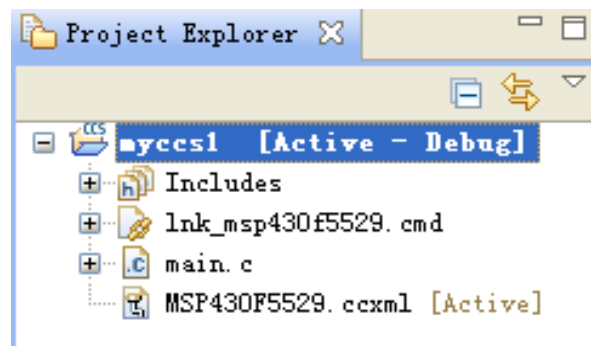

图 1.12 初步创建的新工程
(2) 在 Project name 中输入新建工程的名称，在此输入 myccs1。
(3) 在 Output type 中有两个选项：Executable 和 Static library，前者为构建一个完整的可执行程序，后者为静态库。在此保留：Executable。
(4) 在 Device 部分选择器件的型号:在此 Family 选择 MSP430；Variant 选择 MSP430X5XX family，芯片选择 MSP430F5529；Connection 保持默认。
(5) 选择空工程，然后单击 Finish 完成新工程的创建。
(6) 创建的工程将显示在 Project Explorer 中，如图 1.12 所示。